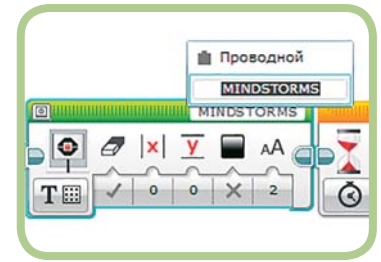
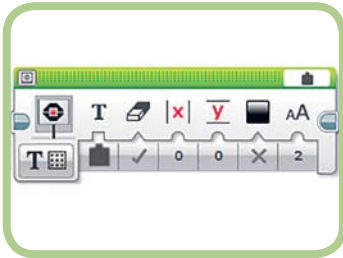

Рис. 8.18. Выбор режима **Проводной (Wired)** для текстового ввода
Рис. 8.19. Ввод, в котором предусмотрено использование текстового значения
- Щелкни по полю и выбери режим **Проводной (Wired)** (рис. 8.18). В блоке отобразится новый ввод для подключения шины данных (рис. 8.19).